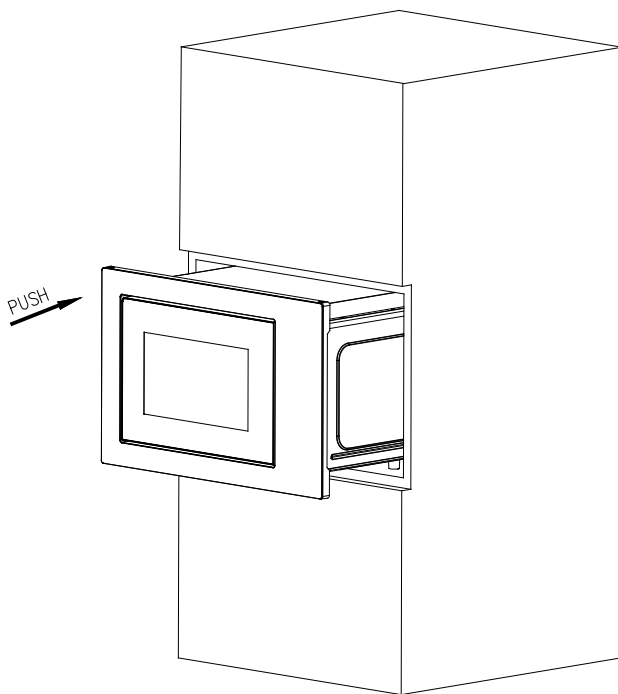

Fig. 1
a) Placez le four à micro-ondes dans le meuble encastrable et poussez-le vers l'avant jusqu'à l'extrémité (figure 1).